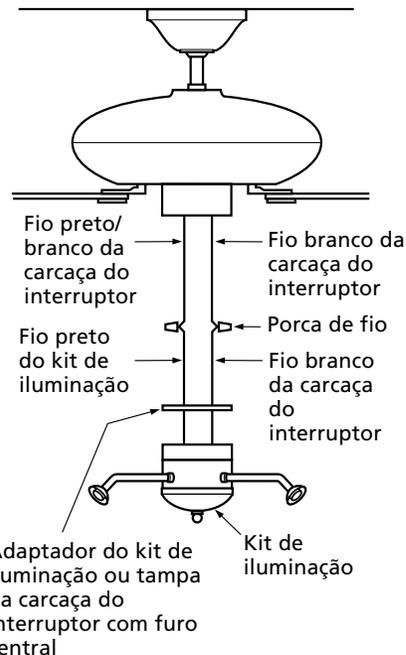

Figura 8f - Conexões da fiação do kit de iluminação
1. Passe os dois fios que saem do kit de iluminação através do adaptador do kit de iluminação ou através do furo central na tampa da carcaça do interruptor conforme mostrado na Figura 8f.
5. Localize o fio branco e o fio preto que saem do conjunto do kit de iluminação. Conecte o fio preto que sai do conjunto do kit de iluminação ao fio preto/branco da carcaça do interruptor. Conecte o fio branco que sai do conjunto do kit de iluminação ao fio branco da carcaça do interruptor. Veja Figura 8f. Para prender os fios, enrole as duas partes de fio nu um no outro. Coloque a porca de fio sobre a extensão de fio entrelaçada e gire-a até ficar apertada.